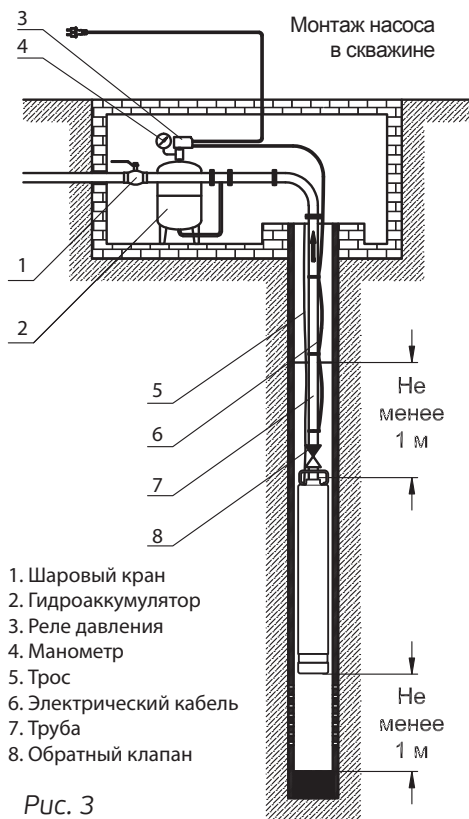
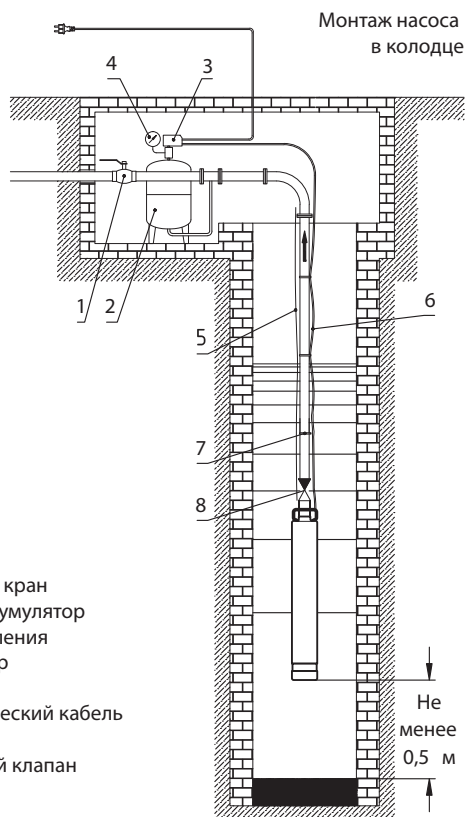

Рис. 3
Рис. 4
- Вертикальная установка – 1м, рис. 3.
Минимальное расстояние от дна – 1м при установке в скважине, рис.3., 0,5 м. при установке в колодце, рис.4
Необходимо страховать насос с помощью стального троса, рис.3. Стальной трос должен быть ослаблен настолько, чтобы он был не нагружен. После этого он должен быть закреплен в верхней части скважины с помощью специальных зажимов. При выборе троса необходимо учитывать вес подвешенного оборудования.